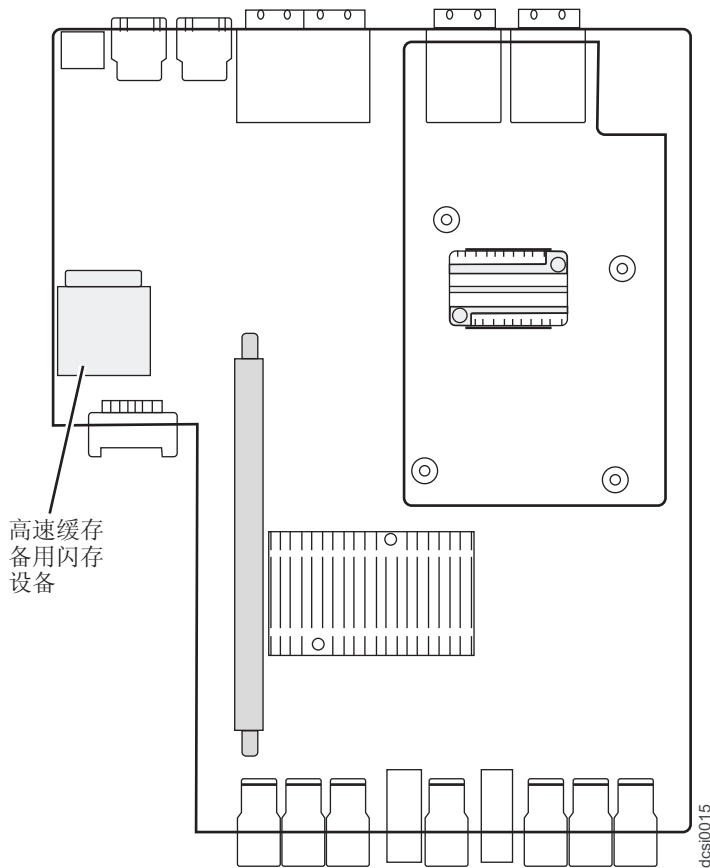

图 68. 高速缓存备用闪存设备的位置
12. 从控制器中卸下高速缓存备用闪存设备并将其安装在新控制器中。第 94 页的图 68 显示了控制器板上的高速缓存备用闪存设备的位置。